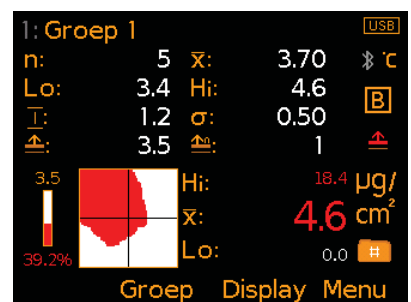

Fig. 7: Statistieken & OK / Niet OK kaart
- **OK / Niet OK kaart^a (Fig. 7);** Toont een visuele indicatie van de zoutverontreiniging. Gebieden met niveaus oplosbaar zout boven de grenswaarde worden rood weergegeven en gebieden onder de grenswaarde wit. De staaf links van de kaart met keuringsgegevens toont de grenswaarde (boven staaf) en het percentage van het testgebied dat boven de grens valt (onder staaf). De staaf is tevens een visuele indicatie van het percentage goedkeuringen/afkeuringen. De hoogste (Hi), laagste (Lo) en gemiddelde (\bar{x}) meetwaarden van de huidige meting worden rechts getoond.